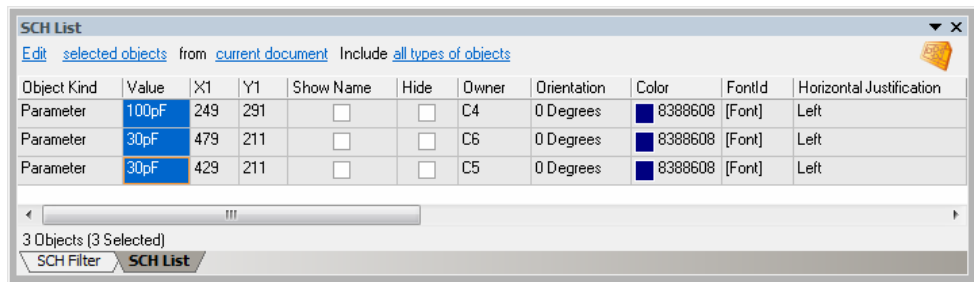

图 6-22 SCH List 面板显示查询到的对象属性
- (1) 打开本例对应的电子资源文档，进入原理图编辑环境。
- (2) 按下 F12 键打开 SCH Filter 面板，在查询语句文本框中输入“(OwnerName like ('C*')) And IsParameter And (ParameterName = 'Value') And (ParameterValue Like ('*f'))”，选中电容的参数值。
- (3) 按下 Shift + F12 快捷键打开 SCH List 面板，按照图 6-22 所示设置控制选项。